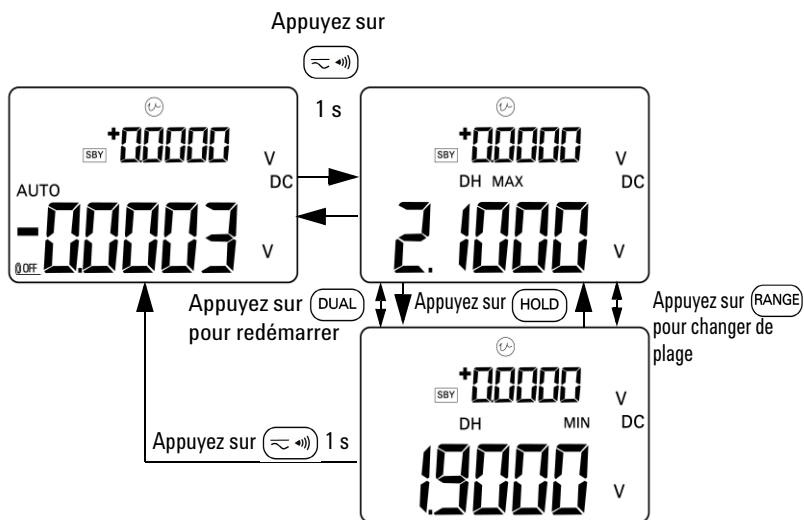

Figure 3-10 Fonctionnement en mode de gel de valeur de crête 1 ms
- 2 Appuyez sur  pour afficher la valeur crête + ou - après avoir activé le mode crête. Le symbole **DH MAX** indique la valeur +, tandis que le symbole **DH MIN** désigne la valeur -. Reportez-vous à la Figure 3-10 à la page 64.